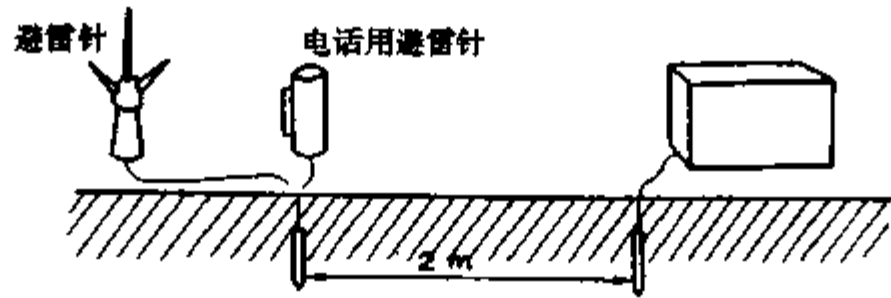

图 3-34 应在离开电杆 2m 或更远处设置接地线
(5) 错误的接地法示例。切勿将接地线接到以下装置上:
- ① 水管。因水管的中间管段可能用乙烯塑料管,所以这样接地是无效的。
- ② 煤气管。
- ③ 在电灯杆和电话线附近 2m 内不埋接地棒,如图 3-34 所示。
- ④ 有腐蚀接地棒的气体或酸存在的地方。
- ⑤ 交通繁忙的地方。
(6) 接地线应使用线径为 1.6mm 或截面大于 2.0mm^2 的铜导线。